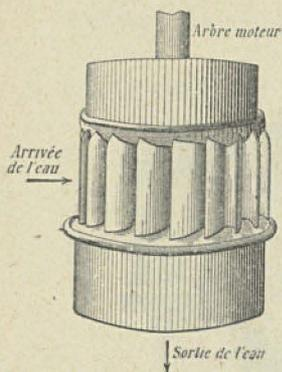

Fig. 18 — Turbine centripète dite « américaine ».
**Turbines américaines.** — Dans les turbines dites américaines, les aubes sont portées latéralement par l'arbre de la turbine (*fig. 18*).